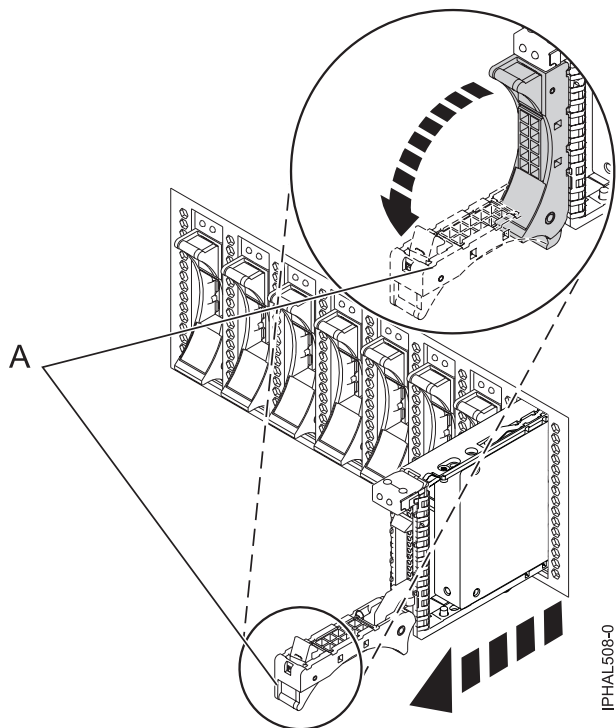

Abbildung 6. Plattenlaufwerk aus Rückwandplatine ausbauen
- 1) Entriegeln Sie den Griff des Plattenlaufwerks (A) und ziehen Sie ihn zu sich hin, um das Plattenlaufwerk zu lösen.
- 2) Stützen Sie das Plattenlaufwerk unten mit einer Hand ab und ziehen Sie das Laufwerk vorsichtig aus dem System heraus (siehe Abb. 6 auf Seite 8).